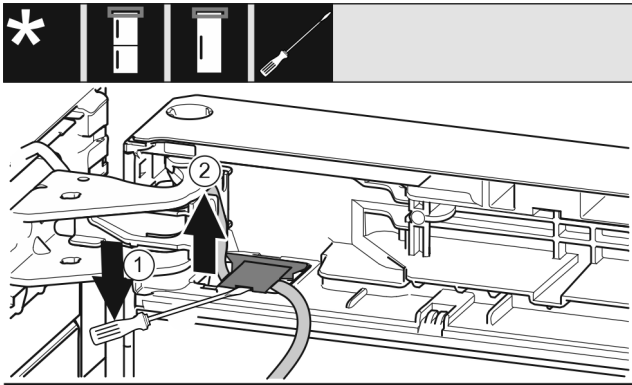

Fig. 8
- ▶ Plochým šroubovákem nadzvedněte kryt a zvedněte jej. *Fig. 8 (1)*
- ▶ Vytáhněte kabel. *Fig. 8 (2)*